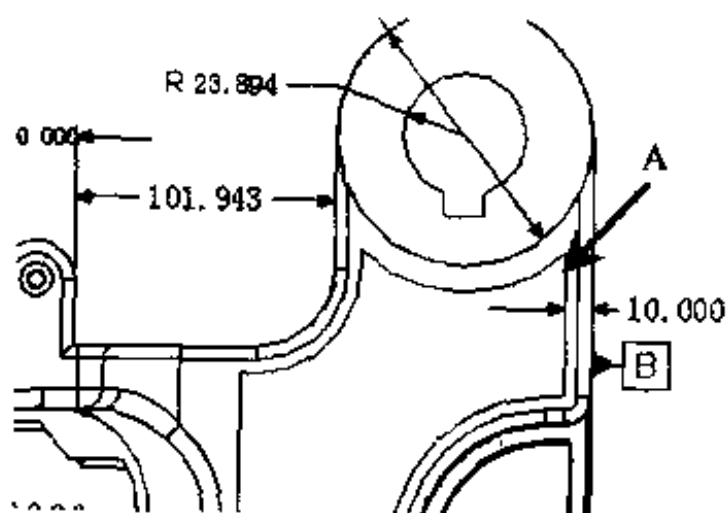

图 2.72 按下 Shift 键添加智能标注
- (9) 使用【智能标注】添加如图 2.72 所示的线到线尺寸。第一次单击时要按住 Shift 键(图中 A 所指)。按下 Shift 键将使【智能标注】的单击操作(标注选定直线的长度)无效。
**说明** 要将显示的尺寸移到一边,例如想要移动图 2.72 中的尺寸 10.000,可以取消对【智能标注】的选择,然后单击并拖动尺寸到希望的位置。